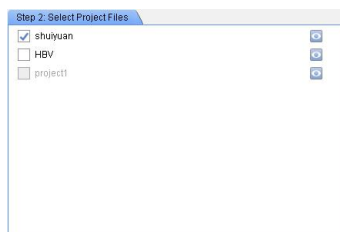

Fig 4- 22
- 3 Editati tipul eșantionului și proprietatea în **Pasul 3: Definiți bine** (Fig 4- 23). În mod implicit, tipul sondelor selectate este Necunoscut. Dacă este necesar, modificați tipul făcând clic pe **Tip eșantion** meniul derulant.